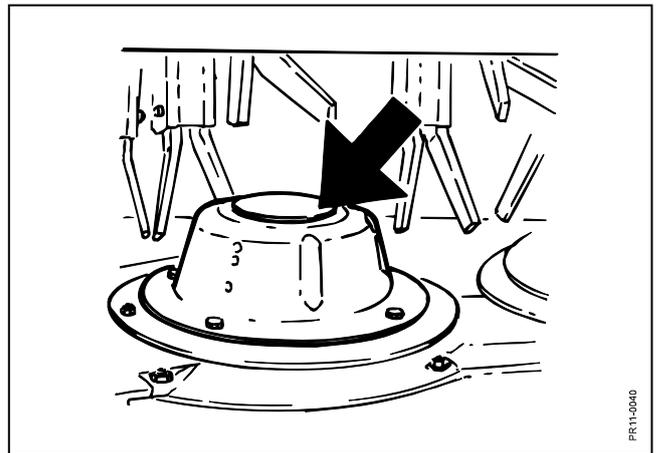

Fig. 5-7
- Fig. 5-7** Les déflecteurs bas doivent être redressés ou remplacés par des neufs en cas de déformations. Il faut contrôler la présence de terre ou de poussière 2 ou 3 fois par saison.